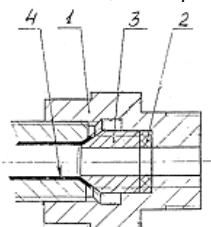

Рис. 4 – Переходной штуцер.
7.26 Для предотвращения нарушения герметичности соединения и нарушения конуса медной трубы при монтаже и демонтаже системы водонагрева необходимо удерживать переходной штуцер 1 (**рис. 4**) от проворачивания.